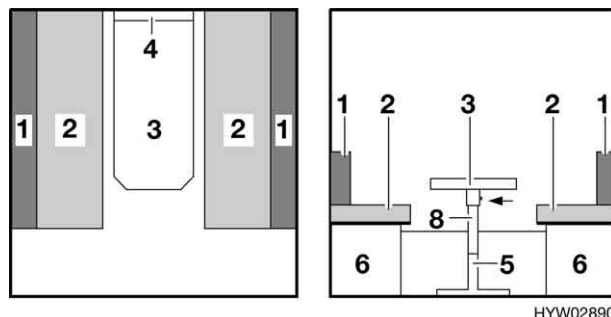

Fig. 39 Prima della trasformazione
- Sistemare i cuscini del divano (Fig. 39,2).
- Sollevare leggermente il piano del tavolo in avanti (Fig. 39,3).
- Dal piede del tavolo estrarre verso il basso il piede ad innesto (Fig. 39,5) e riporlo.
- Sbloccare il piede del tavolo (Fig. 39,8) dall'elemento di fissaggio e ribartarlo verso l'alto sul lato inferiore del tavolo.